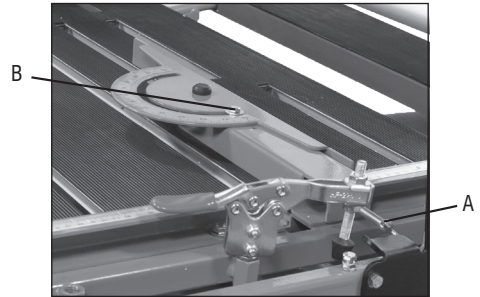

Fig. 6 – Guia de corte em ângulo ajustável
Para corte de peças em ângulos na horizontal, deve ser utilizado o guia de corte em ângulo (4). O mesmo deve ser fixado na escala padrão do equipamento (Fig. 6).
- Para fixar na base, aperte o parafuso (A) (Fig. 6);
- Para cortes com o auxílio da guia de corte em ângulo (Fig. 6), posicione a peça no ângulo desejado e aperte o parafuso (B).